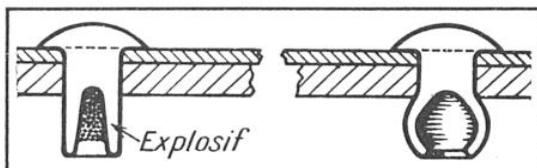

FIG. 1. — SCHÉMA DE LA POSE D'UN RIVET PAR EXPLOSION (PROCÉDÉ HEINKEL)
EN 1937, l'extraction mondiale de pétrole s'est approximativement élevée à 280 millions de t. C'est un record. Le planisphère de la figure 1 indique la quote-part des différents pays producteurs au cours de l'année 1936, durant laquelle ils ont extrait 246,2 millions de t de pétrole brut. Les Etats-Unis, l'U. R. S. S. et le Venezuela y ont, à eux trois, contribué pour 205,2 millions de t. On ne connaît pas encore exactement les statistiques détaillées relatives à l'année 1937. On sait seulement que l'extraction de pétrole dans les Amériques n'a que relativement peu varié. Celle de la Roumanie est en recul, avec environ 8,2 millions de t, tandis que celles de l'Irak et de l'Iran seraient en progrès très appréciables (1). Pour la France, enregistrons la poursuite de l'effort de recherches et de sondages au Maroc, en Tunisie et en Afrique Equatoriale. De tels travaux étant très onéreux et demandant beaucoup de temps, on ne sera guère fixé avant l'année 1940 sur la possibilité d'obtenir du pétrole au Maroc.